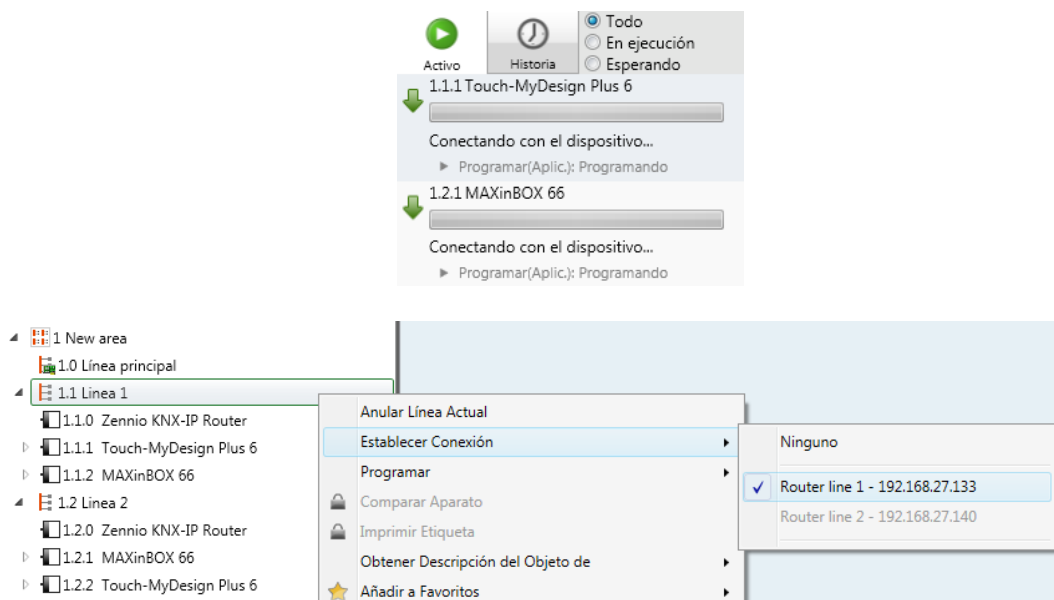

Figura 3 Capturas de ETS para programación en paralelo
Para que el Zennio KNX-IP Router PLess entre en el **modo de programación**, deberá presionarse el botón de programación (10) mostrado en la Figura 3. Después de una breve pulsación, el led de programación (9) se iluminará en rojo.
Zennio KNX-IP Router / Interface PLess incorpora un pulsador adicional en la cara superior, junto a los ledes de estado (ver (5) en la Figura 3) para: